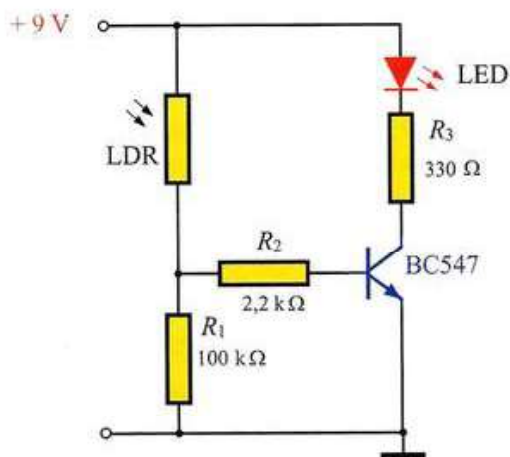

Figura 9.50. Circuito de encendido por presencia de luz.
9.3. Circuito de encendido por presencia de luz. Se trata de conseguir que un diodo LED se encienda a través de un transistor cuando la luz que incide en una LDR se hace intensa (Figura 9.50).
Monta el circuito de la Figura 9.50 y comprueba las diferentes magnitudes que se dan en él mediante el polímetro en ausencia y presencia de luz.